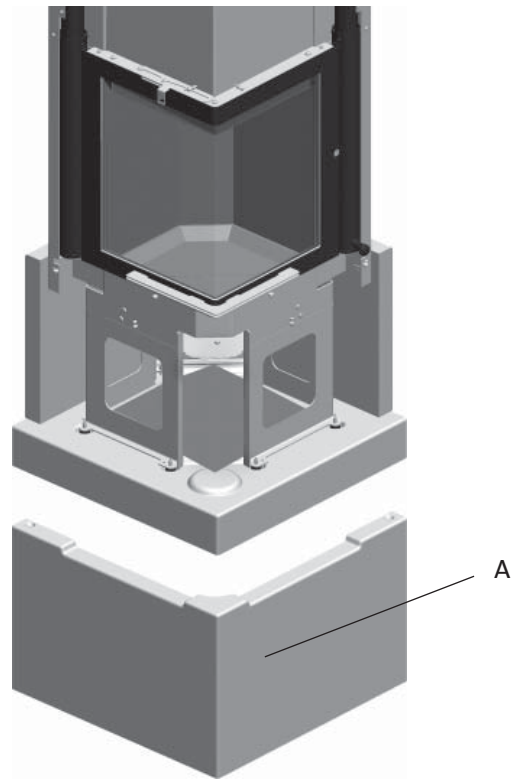

Fig. 8
6. Positionieren Sie die Verkleidungen (**Abb. 8 A**). Nutzen Sie Acrylklebstoff zum Befestigen.